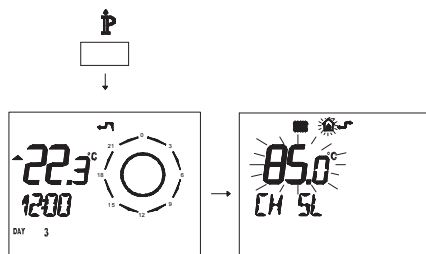

Figura 5.56
- Premere per più di 3 secondi il pulsante  para entrare in modalità **INFO** (Figura 5.56).